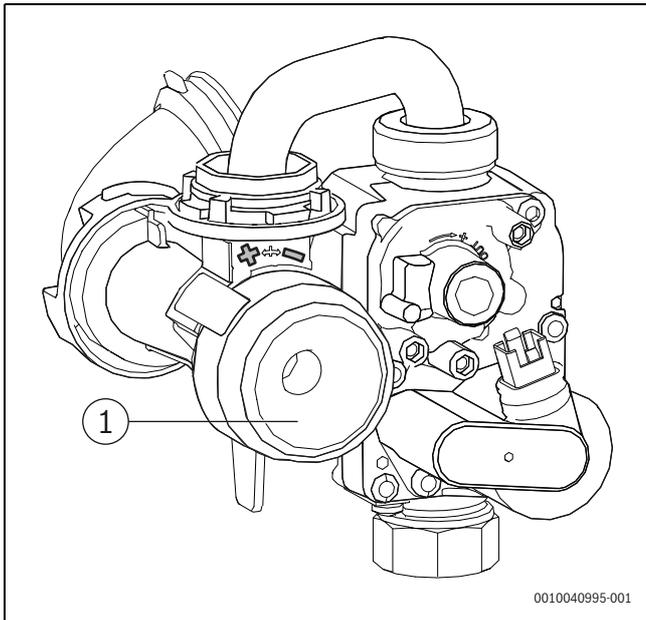

Bild 74 Gas-Luft-Verhältnis einstellen
- ▶ O₂- oder (CO₂-)Gehalt für die in der Tabelle angegebene maximale Nennwärmeleistung prüfen und ggf. nachstellen (→ Seite 62, Bild 74).